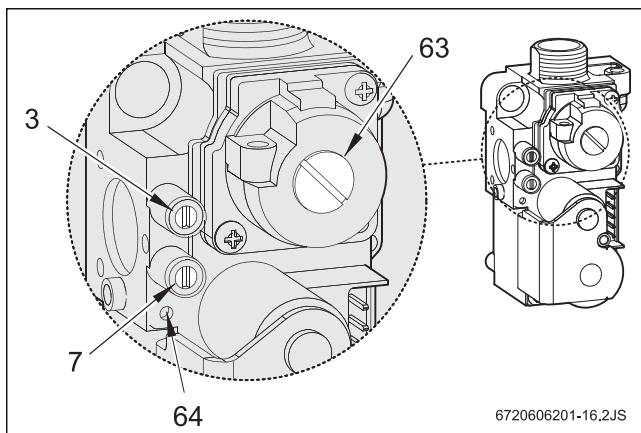

Fig. 27 Automático de gás
- Desmontar a cobertura do parafuso de regulação do gás (63) (Fig. 27 ).
- Tratando-se de gás natural: regular o consumo MAX com o parafuso de regulação (63) (Tab. 12 ).